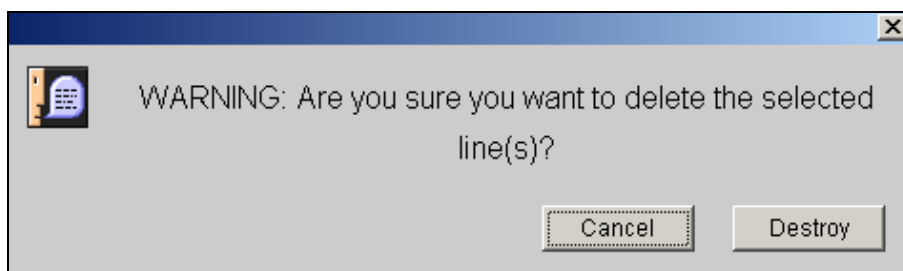

Рисунок 6: Удаление строки детали
- Выберите строку детали, подлежащую удалению. Щелкните на кнопке **"Удалить"**. Появится диалоговое окно (рис. 6).